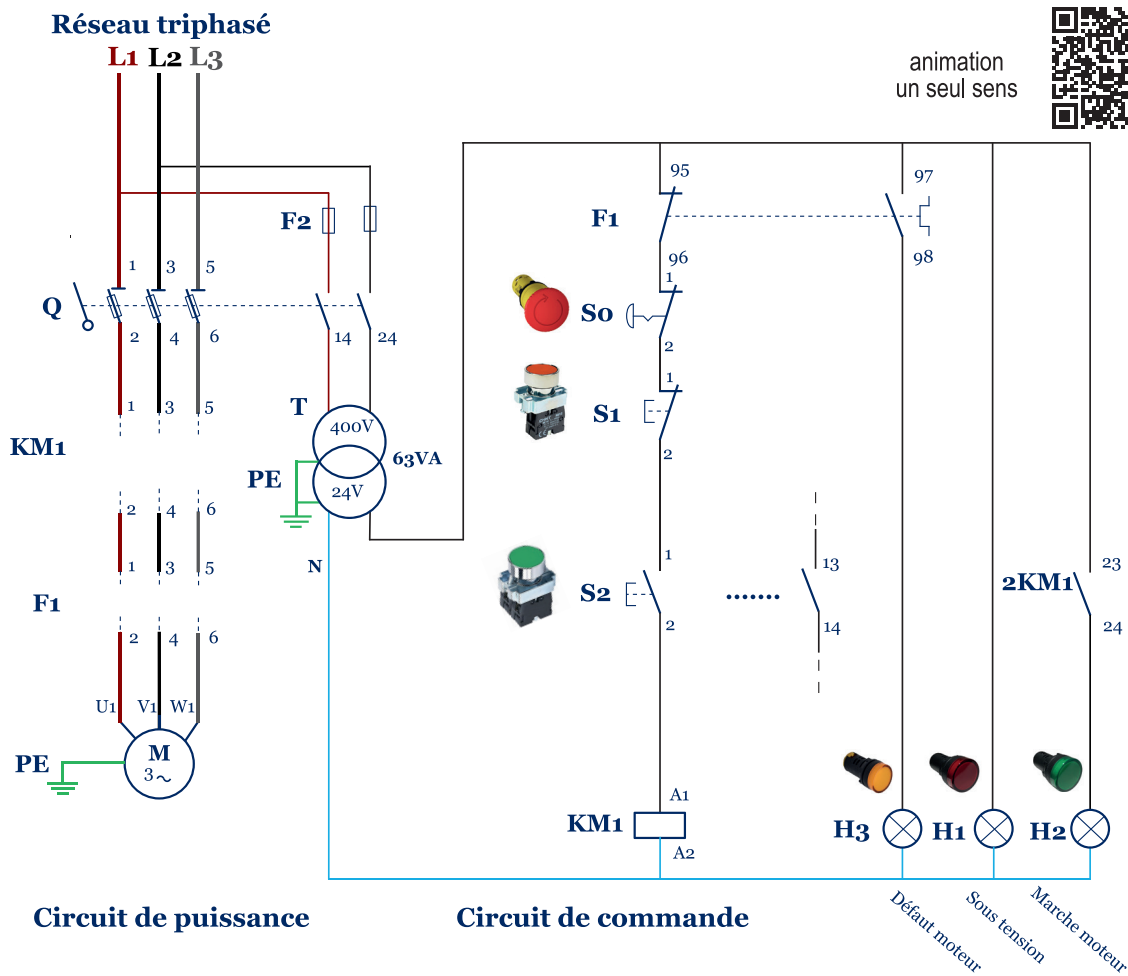
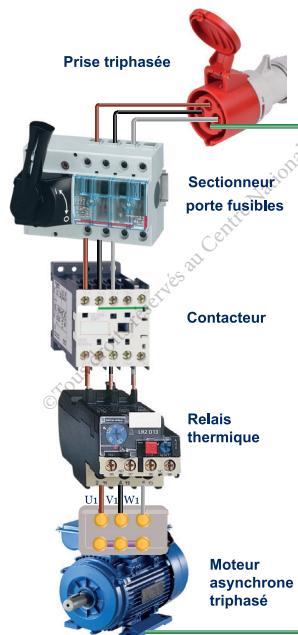

Figure 30
Figure 32
2. En se référant à "Aide à l'activité 7" et à la figure 32, compléter sur la figure 30, les schémas du circuit de commande et de puissance du moteur M4.
6. Câbler les deux circuits conformément aux schémas de la figure 30 et vérifier leur fonctionnement en présence du professeur.
1.1. Que doit-on ajouter au circuit de puissance de la figure 30 pour inverser le sens de rotation du moteur M1 ?